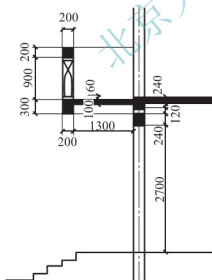
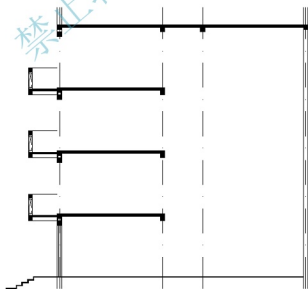

图 4.96 绘制阳台、圈梁和过梁
图 4.97 绘制其他层阳台、圈梁和过梁
(1) 将当前层换为【室外】图层，按照图 4.96 所示的尺寸绘制二层的阳台、圈梁及一层门过梁。
(2) 用【阵列】命令生成 3 层和 4 层阳台、圈梁以及过梁，参数设定为 3 行、1 列、行偏移 3300。
(3) 绘制出 4 层的圈梁和过梁并剪出门洞口，结果如图 4.97 所示。